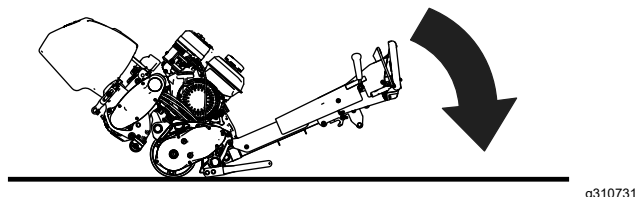

Figura 12
2. Porca do parafuso de ajuste da lâmina de corte (2)
- Com a unidade de corte instalada na máquina, desça a pega da unidade de tração para o solo (**Figura 12**).